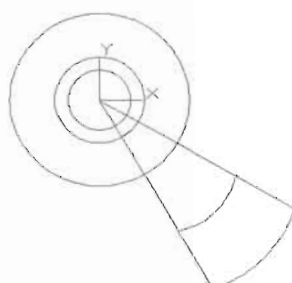

图 13-138
(1) 以坐标原点为圆心绘制一个半径为 10mm 的圆, 结果如图 13-138 所示。